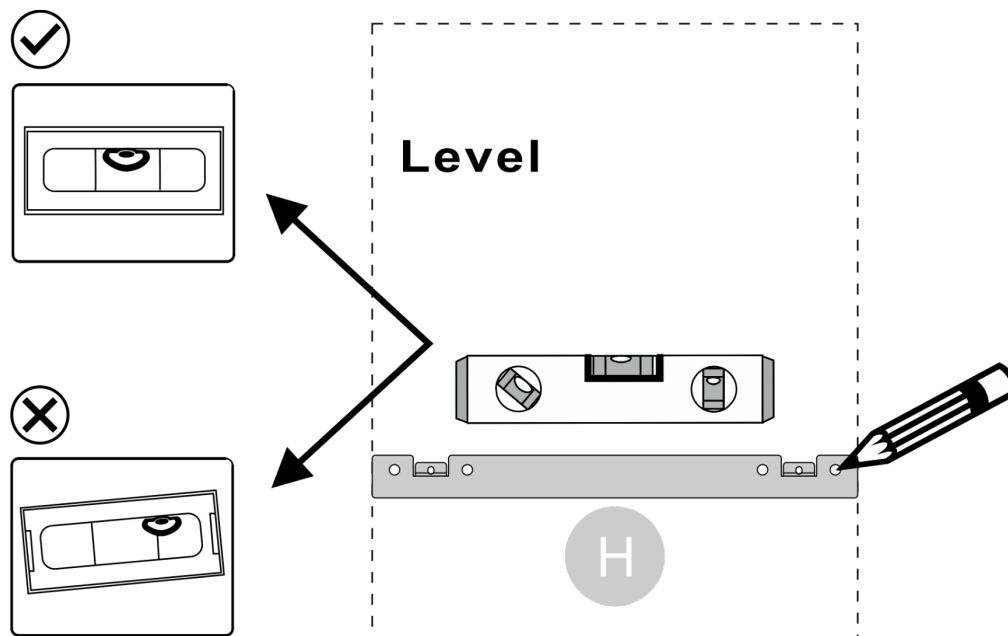

Fig. 15
- 02) Utilizzare la **staffa a parete (H)** dell'armadio come dima e segnare le posizioni di foratura. Assicurarsi che l'allineamento sia corretto, come illustrato nella Fig. 15.